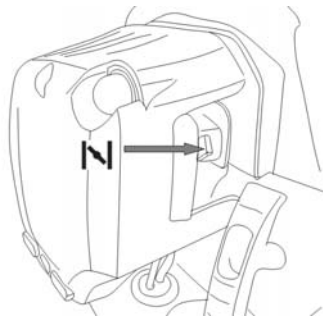

Fig.10
3. Pour démarrer un moteur froid, placez le starter en position fermée de démarrage "START". Pour redémarrer un moteur chaud, laissez le starter en position ouverte. (Fig.10)